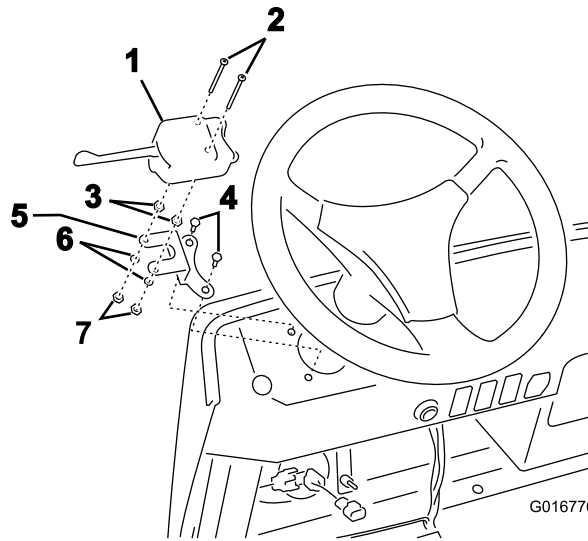

Figura 2
2. Retire los 2 tornillos existentes del controlador de los intermitentes, y cámbielos por los tornillos más largos suministrados con las piezas sueltas (Figura 2).